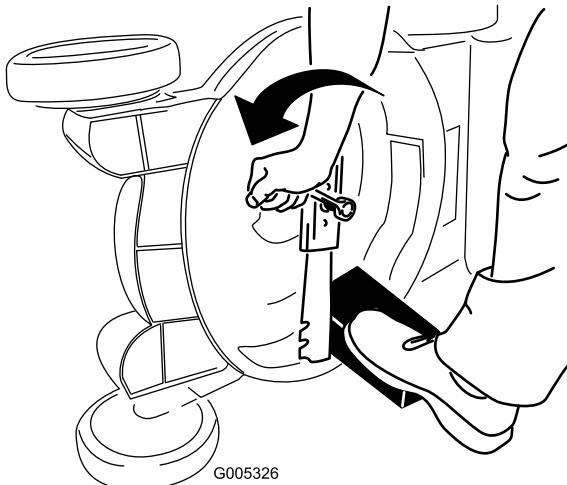

Figura 39
3. Utilice un bloque de madera para inmovilizar la cuchilla (Figura 39).
4. Retire la cuchilla, conservando todos los herrajes de montaje (Figura 39).